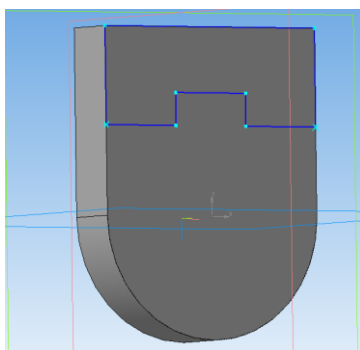

Рис. 4 Эскиз детали
9. С помощью команды **Ввод отрезка** нарисуем наш эскиз (рис.4). Эскиз готов.